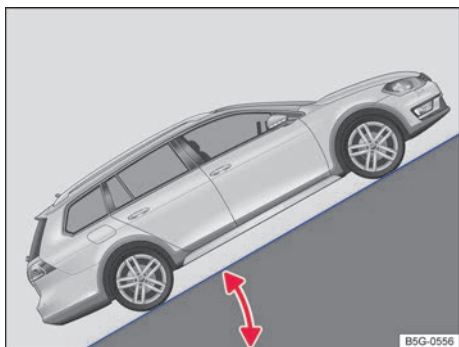

Fig. 120 Representación esquemática: ángulo de pendiente.
**Ángulo de pendiente** La altura (pendiente) alcanzada en un tramo de 100 m se indica en porcentaje o en grados → fig. 120. Valor de la pendiente que puede subir el vehículo por sus propios medios. Esto depende, entre otras cosas, del pavimento y de la potencia del motor.